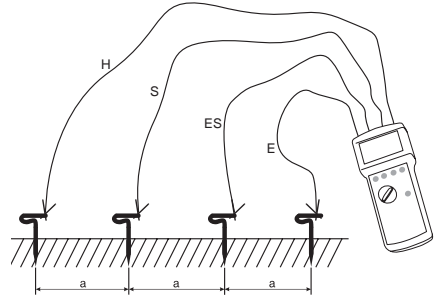

Bild 7: spezifischer Erdwiderstand
- ▶ Ordnen Sie die vier Erdspieße für E, ES, S, H in einer Linie, wie in Bild 7 gezeigt an. Der Abstand zwischen den einzelnen Sonden muss der, in der Formel benutzten Abstand entsprechen. Legen Sie die Leitungen sorgfältig aus und achten Sie darauf, dass die Leitungen möglichst nicht parallel nebeneinander liegen und sich nicht kreuzen, um Einkopplungen zu vermeiden.
- ▶ Verbinden Sie die Messleitungen mit den Erdspießen gemäß Bild 7.
- ▶ Drehen Sie den Messartwahlschalter (13) in Stellung "4 pol".
- ▶ Stellen Sie die gewünschte Berührungsspannung mit der Taste "UL" (11) ein.
- ▶ Falls gewünscht stellen Sie die manuelle Frequenzwahl mit der Taste "auto/man" (16) und die Messfrequenz mit der Taste "f1/f2" (12) ein.
- ▶ Taste "Start" (14) drücken.
- Nach erfolgter Messung kann mittels der Taste "Anzeige" (17) zwischen den Messgrößen Erdwiderstand (RE), Hilfserderwiderstand (RH), Sondenwiderstand (RS) und Messstrom (IM) umgeschaltet werden.